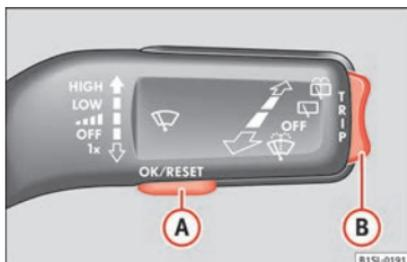

Fig. 33 Alavanca do limpa para-brisas: tecla de controlo.
- Caso seja visualizada uma mensagem ou o pictograma do veículo, pressione o botão **OK/RESET** (**Fig. 33 A**).
- Pressione a parte superior ou inferior do botão basculante **Fig. 33 B** até que apareça a opção da indicação desejada.